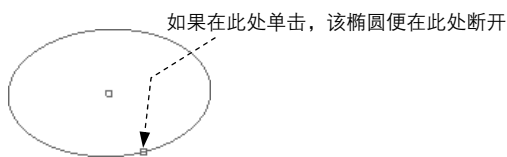

图 3.2.33 分割图元
- 步骤 02** 定义要分割的对象。单击一个要分割的图元，如图 3.2.33 所示，系统在单击处断开了图元。